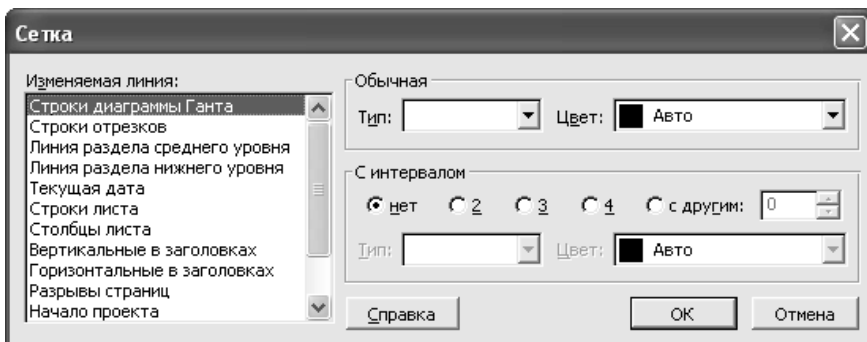

Рис. 39. Форматування часової сітки
2. З меню **Формат** виберіть команду **Сітка**. З'явиться вікно **Сітка** (рис. 39).